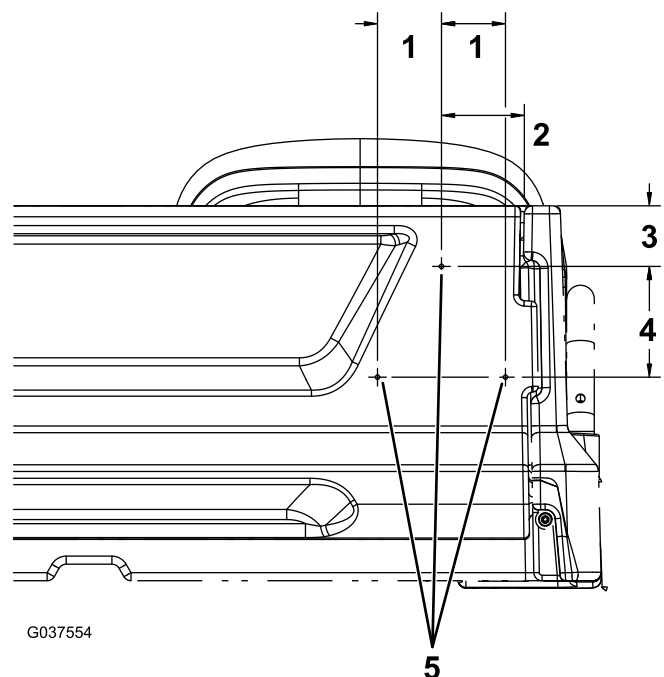

Figure 13
- Sur le côté droit du hayon, mesurez 95 mm à partir du bord droit du hayon et 70 mm à partir du haut du hayon, et faites un repère à cet endroit (Figure 13).
- Mesurez 128 mm vers le bas en partant du trou repéré à l'opération 1 et 74 mm vers la droite et la gauche, et faites un repère à 2 endroits (Figure 13).
- Percez un trou de 5 mm aux 3 emplacements repérés (Figure 13).